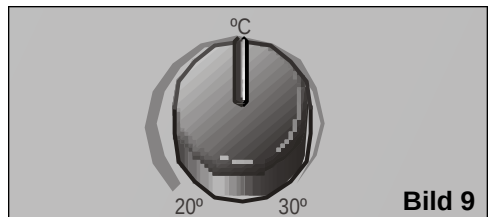

Bild 9
- ❑ Ställ termostaten på önskad temperatur, **Bild 9**. När apparaten automatiskt har stängts av på grund av att termostaten reagerat måste temperaturen i lokalen stiga 23°C innan den, automatiskt, sätts igång igen.